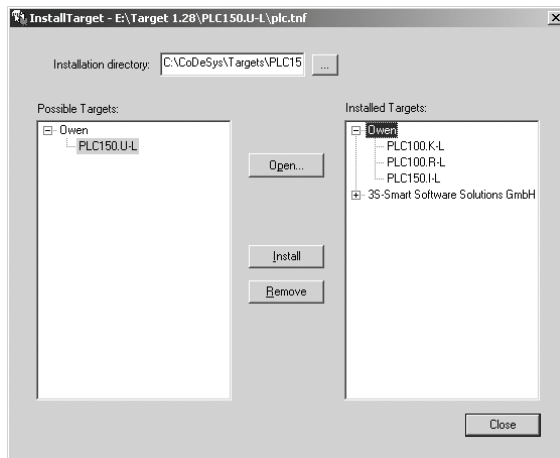

Рис. 2. Окно «InstallTarget» утилиты InstallTarget
1) В открывшемся при запуске утилиты **InstallTarget** окне (рис. 2) – нажать кнопку Open и указать путь доступа к устанавливаемому Target-файлу (имеющему расширение ***.tnf**, Target Information File). Target-файлы контроллеров OWEN ПЛК150 находятся на компакт-диске, поставляемом с контроллером, в папке «Target» или могут быть скачаны с сайта **www.owen.ru**. При скачивании с сайта папку с Target-файлами надо разархивировать и сохранить на жестком диске ПК.